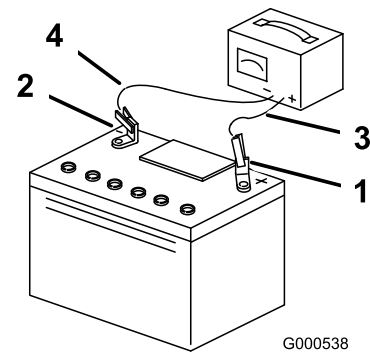

Bild 53
5. Ziehen Sie, wenn die Batterie voll geladen ist, den Stecker des Ladegeräts aus der Dose. Klemmen Sie dann die Klemmen des Ladegeräts von den Batteriepolen ab (Bild 53).